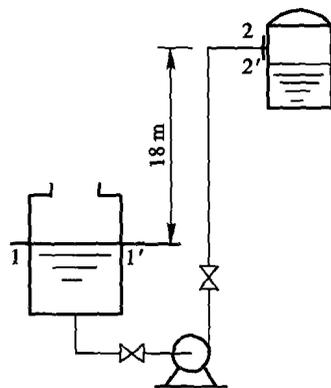

图 1-3
6. 如图 1-3 所示,用泵将溶液从反应器送到高位槽,流量为  $2 \times 10^4 \text{ kg/h}$ 。高位槽内压强保持 98.3 kPa(表压)。管道采用  $\phi 76 \text{ mm} \times 3 \text{ mm}$ ,长为 60 m 的钢管。管道中装有一个全开闸阀,一个全开球阀,2 个  $90^\circ$  标准弯头。反应器内液面与管路出口的距离为 18 m。泵的总效率为 0.70,试求泵的轴功率。已知溶液  $\rho = 1100 \text{ kg/m}^3$ 、 $\mu = 0.65 \text{ mPa} \cdot \text{s}$ ,管壁的绝对粗糙度  $\epsilon = 0.3 \text{ mm}$ 。